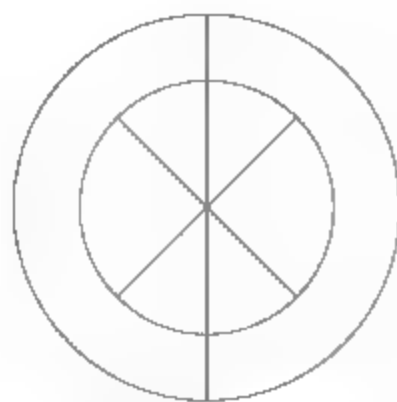

图8-189 修剪线段
- 06 调用TR【修剪】命令，修剪线段，结果如图8-189所示。